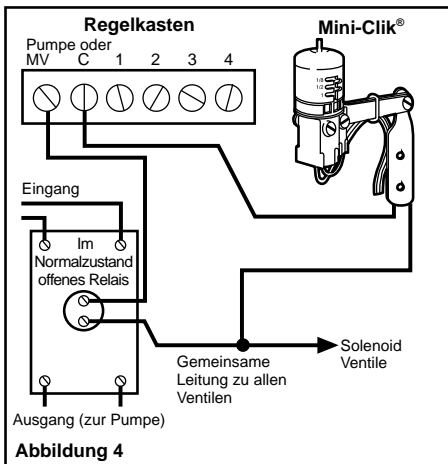

Abbildung 4
B. Die 24-Volt Magnetventile mit Zwischenpumpe (siehe Abbildung 4)